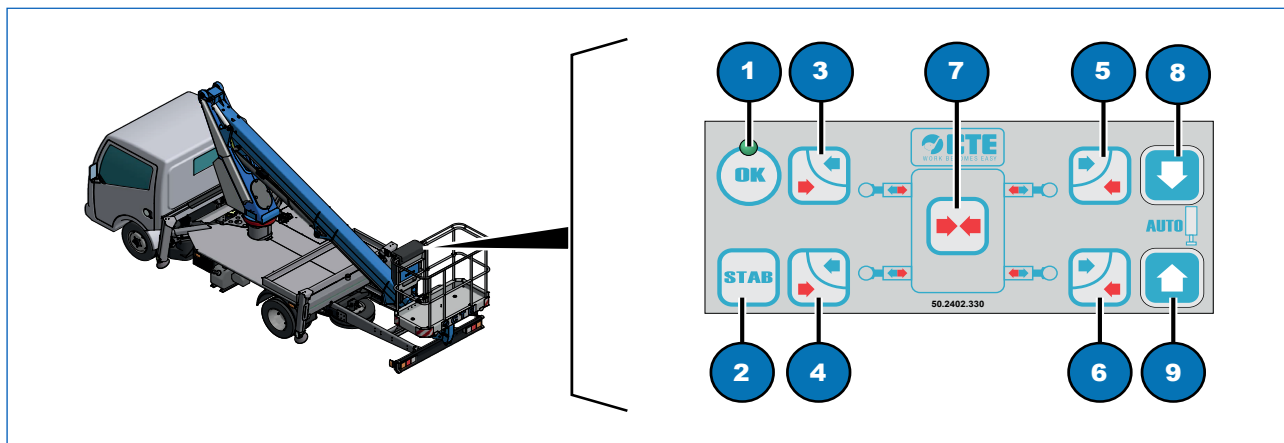

Fig. 15.3
La nacelle peut être équipée d'une stabilisation automatique qui comporte le remplacement du distributeur hydraulique par un distributeur électrohydraulique, sur le châssis, et le montage dans le panier d'une boîte à boutons de commande électrique (Fig. 15.3). Le distributeur électrohydraulique permet l'actionnement des stabilisateurs au moyen de leviers et d'une commande électrique.
**Procédure (Fig. 15.3):**
- appuyer sur le bouton-poussoir STAB (Fig. 15.3, 2) pour démarrer le moteur du véhicule;
**Maintenir le bouton-poussoir STAB enfoncé (Fig. 15.3, 2) pendant toute la durée des opérations de stabilisation de l'élévateur à nacelle.**
- Déployer les poutres des stabilisateurs en actionnant les boutons-poussoirs en alternance (Fig. 15.3, 3, 4, 5 et 6). Les mêmes boutons-poussoirs (Fig. 15.3, 3, 4, 5 et 6) commandent également la rétraction des poutres lorsqu'ils sont actionnés simultanément au bouton-poussoir central (Fig. 15.3, 7).
- Abaisser tous les stabilisateurs en actionnant le bouton-poussoir (Fig. 15.3, 8) de manière à soulever le porteur et à libérer les suspensions;
- Contrôler l'allumage du voyant (Fig. 15.3, 1), qui indique que la stabilisation du véhicule est terminée.